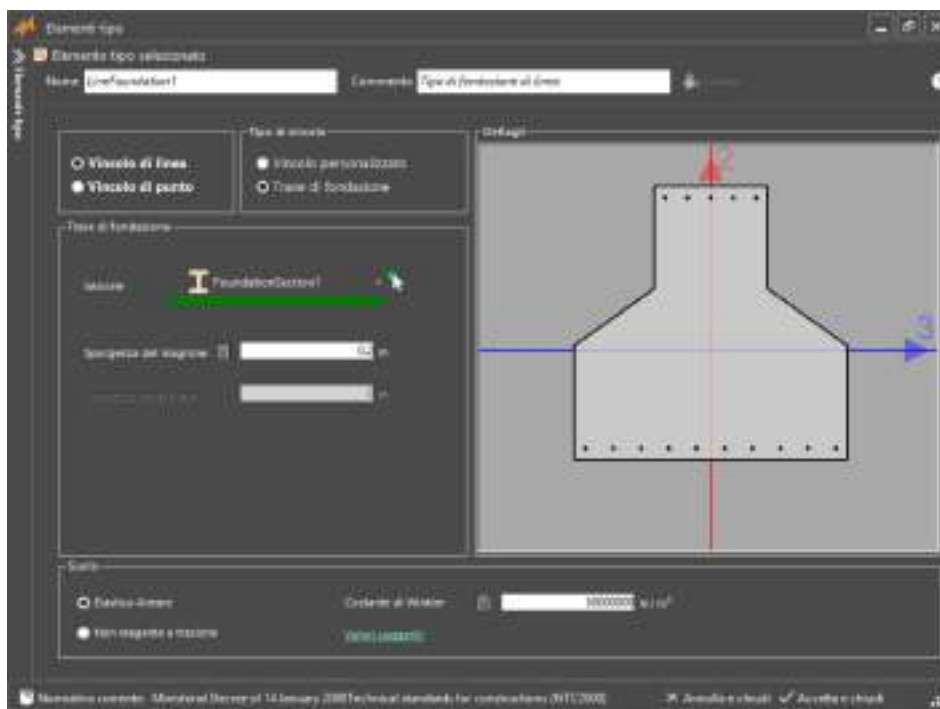

Figura 172. Definizione dell'elemento-tipo fondazione come vincolo di linea (trave fondazione)
- **Sezione:** selezionare dal menu a tendina il tipo di sezione geometrica a cui l’elemento tipo selezionato dovrà fare riferimento (cfr. Figura 172).